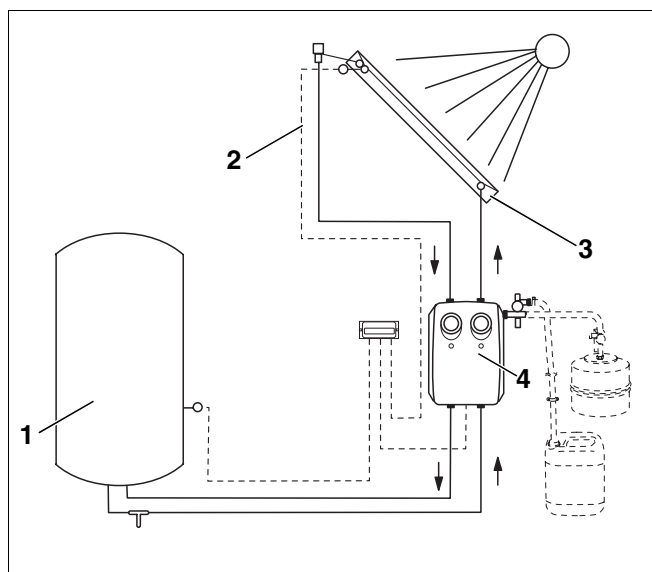

Fig. 3 Montaje de tuberías para el equipo solar
Los colectores (fig. 3, **pos. 3**), la estación solar (fig. 3, **pos. 4**) y el acumulador solar (fig. 3, **pos. 1**) se unen entre sí con tuberías de cobre.
- ▶ Al montar las tuberías, prolongue el cable de la sonda del colector (fig. 3, **pos. 2**) hasta la estación solar (regulación). Tenga en cuenta que la sección de la tubería debe corresponder con lo indicado en las instrucciones del regulador.